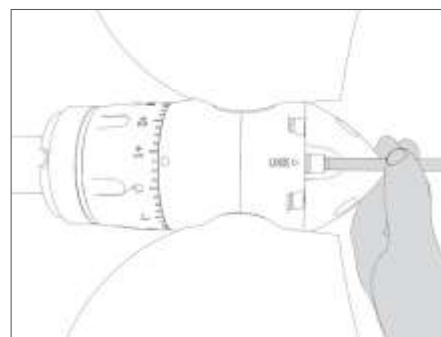

FIG. 27 Serrare la vite di fermo
- e) Riavvitare la vite di fermo **F** (Fig. 27) facendo attenzione che la vite entri correttamente nel suo alloggiamento senza fatica (se la vite dovesse fare fatica a riavvitarsi giocare con la ghiera ed avvitarla lentamente affinché essa entri correttamente nel proprio alloggiamento). La vite di fermo è dotata di rondella anti-svitamento in due metà, fare attenzione a non perderla, inoltre si raccomanda di non stringere troppo forte la vite di fermo, max 7 Nm (0,7 Kgm).